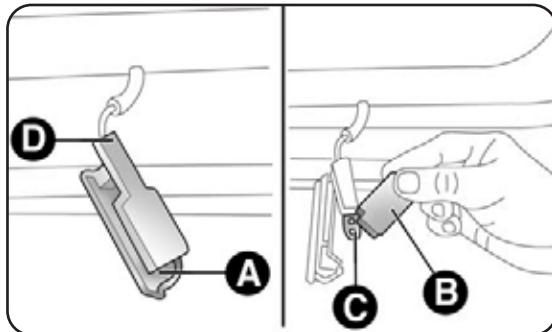

fig. 38
- abra la puerta y extraiga el plafón empujando con un destornillador sobre la ballestilla A-fig. 38;